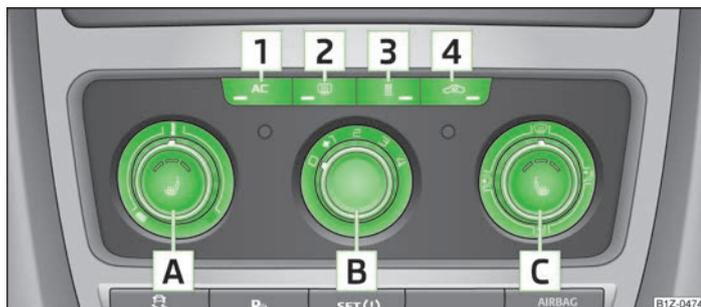

Fig. 89 Sistema de aire acondicionado: Elementos de mando
El sistema de refrigeración funciona sólo si se pulsa la tecla **AC 1** » fig. 89 de la página 85 y se cumplen las siguientes condiciones:
- Girar el regulador giratorio **A** » fig. 89 hacia la derecha para elevar la temperatura.
- Girar el conmutador del ventilador **B** » fig. 89 a una de las posiciones, 1 a 4, para conectar el ventilador.
- Pulsar la tecla **4** para cerrar la entrada de aire fresco » fig. 89.
- Con el regulador de distribución de aire **C** » fig. 89, se regula el sentido de salida del aire » página 82.
- Pulsar la tecla **1** » fig. 89, en la tecla se encenderá el testigo.
- Pulsar la tecla **2** » fig. 89. Para más información » página 47.
- Pulsar la tecla **3** » fig. 89 para conectar/desconectar directamente la calefacción adicional (calefacción y ventilación independiente). Para más información » página 90.
- Elementos de mando **A** » fig. 89 de la página 85, **B**, **C** y las teclas **1** y **4**.
➤ Pulsar la tecla **4** » fig. 89 de la página 85, en la tecla se encenderá el testigo.
➤ Pulsar de nuevo la tecla **4** » fig. 89 de la página 85 - se apagará el testigo de control en la tecla.
Si el regulador distribuidor de aire **C** » fig. 89 de la página 85 se encuentra en la posición , el servicio de aire circulante se desconectará automáticamente. Pulsando repetidamente la tecla , se puede volver a conectar el servicio de aire de circulación también en esta posición.